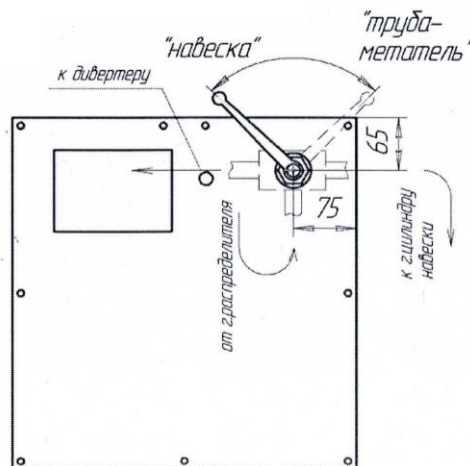

Рисунок 5. Схема расположения трехходового крана
- в крышке по указанным размерам на схеме (рис. 5) просверлить отверстие $\varnothing 23$ мм;